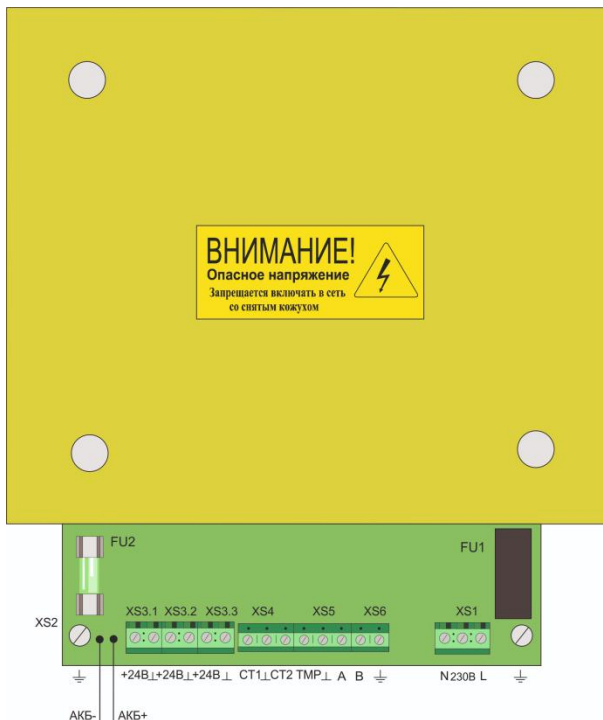

Рис.3
При подключении клемм СТ1 и СТ2 (см. таблицу 3 и рисунок 3) путем размыкания данных контактов относительно контакта «⊥» ББП формирует сигналы на внешние устройства об отсутствии электрической сети переменного тока 230 В и разряде АКБ,
6. При необходимости дистанционного контроля состояний отсутствия электрической сети переменного тока 230 В и разряда АКБ подключите клеммы СТ1 и СТ2 (см. таблицу 3 и рисунок 3) к соответствующим устройствам.